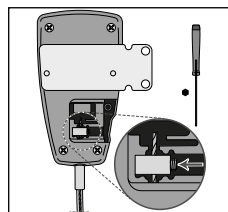

Fig. 6
5. Løsn sikkerhedsskruen til keglepunktet med en sekskantskruetrækker to til tre omgange, og skub kabelslutningsblokken på det indre kabel (**se Fig. 6**).